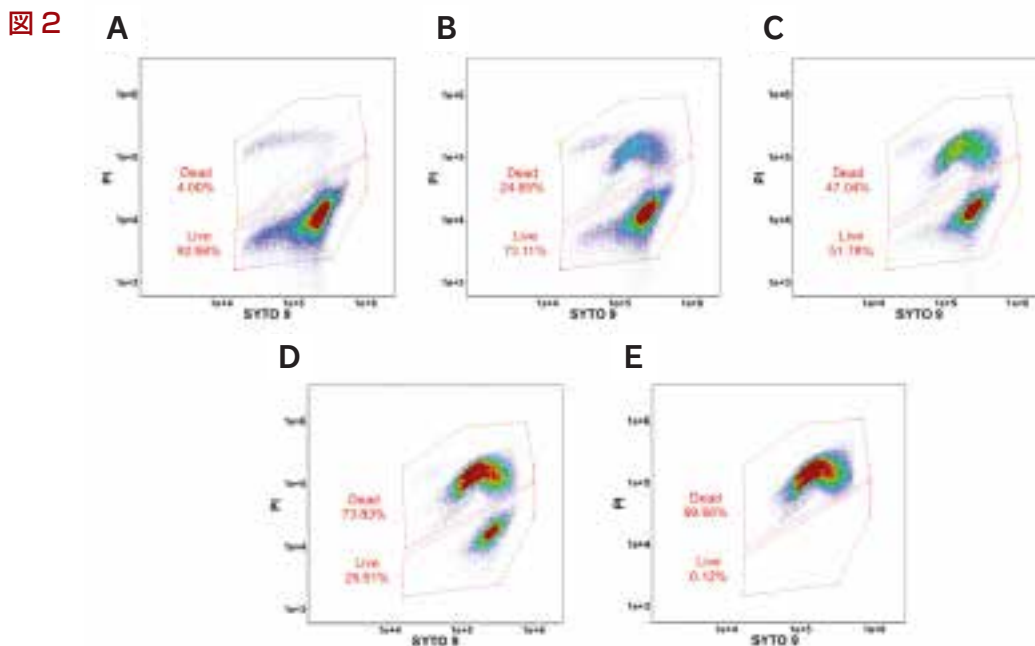

図2. *E.coli*にスパイクした生菌と死菌の生存比率分析; 100:0 (A)、75:25 (B)、50:50 (C)、25:75 (D)、0:100 (E)
生菌と熱処理で死滅させた大腸菌をそれぞれ100:0 (A)、75:25 (B)、50:50 (C)、25:75 (D)、0:100 (E) の比率でスパイクして混合し、細菌の生存率を評価しました (図2.D)。生菌、死菌のゲート内のイベントの割合はスパイク比とほぼ一致し、細菌の生死判別の正確性を確認できました。